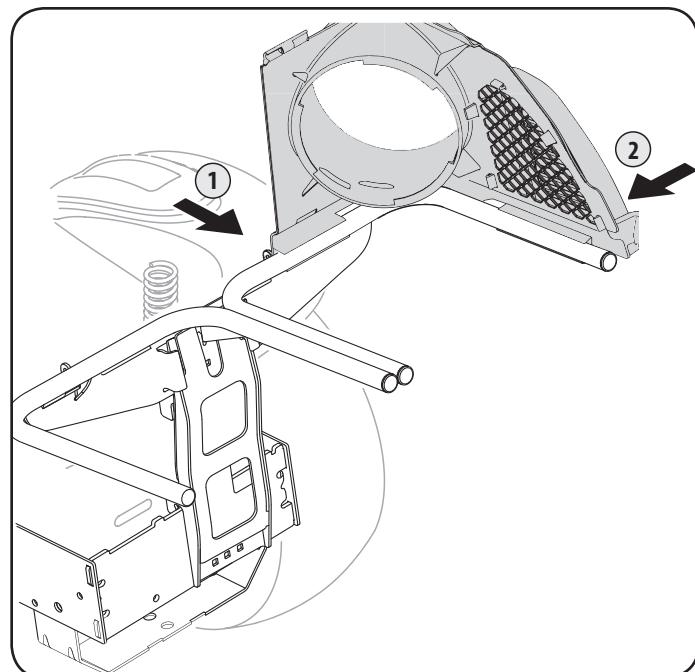

Figure 13
1. Inclinez légèrement l'avant du support de la goulotte supérieure vers l'avant et enclenchez le loquet latéral avant sur le longeron, comme indiqué au numéro 1 de la Figure 13. Glissez la bague de retenuesous la languette.
2. Insérez la goulotte de descente supérieure en place en enclenchant d'abord la partie latérale sur la rail de support du dispositif d'ensachage avec le bord du dispositif d'enclenchement aligné avec la ligne rouge, comme illustré au numéro 2 de la Figure 13